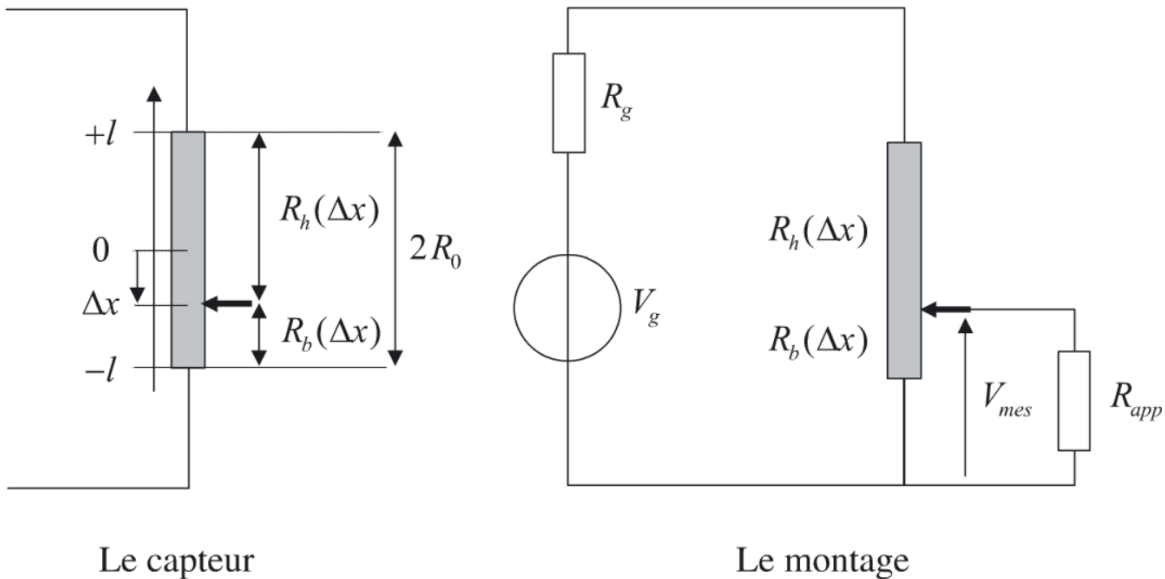

Figure 1: Potentiomètre linéaire en capteur push-pull
En déduire l'expression des résistances  $R_b(\Delta x)$  et  $R_h(\Delta x)$  du potentiomètre (voir figure 1) pour un déplacement  $\Delta x$  du curseur par rapport à la position milieu.
2. Le potentiomètre est monté suivant le schéma de la figure 1. La tension de mesure  $V_{mes}$ , image de la position du curseur, est mesurée par une électronique d'impédance d'entrée  $R_{app}$ .